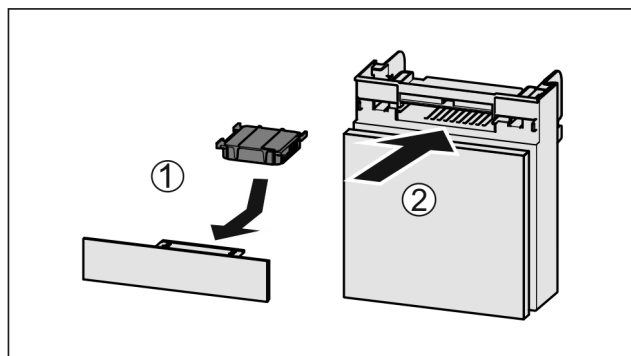

Fig. 115
- Anbring aktivkulfilteret som vis på billedet Fig. 115 (1).
- Skub rummet ind Fig. 115 (2).